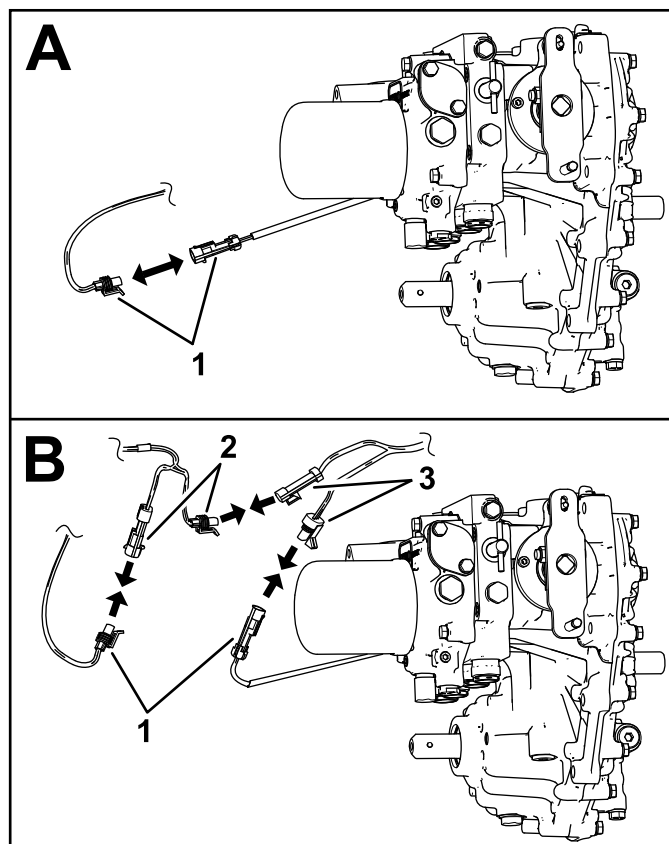
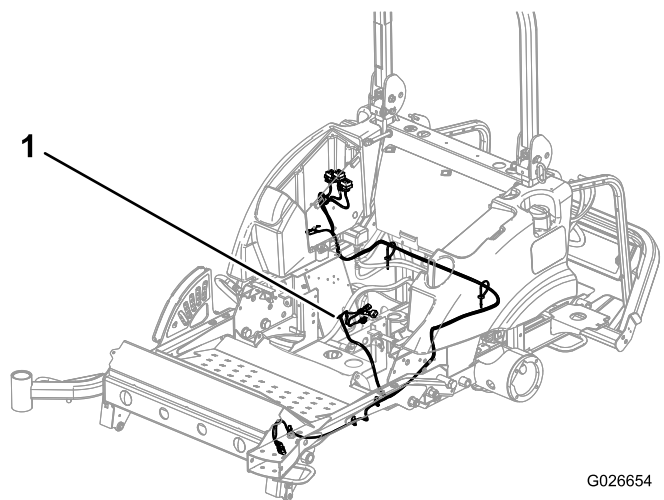

Figura 23
Figura 24
4. Desligue os conectores na dianteira da transmissão próximo do filtro do óleo (Figura 23).
5. Encaminhe a cablagem até à transmissão (Figura 24) e ligue a cablagem da plataforma e a cablagem de atraso da elevação aos conectores da transmissão; consulte B da Figura 23.